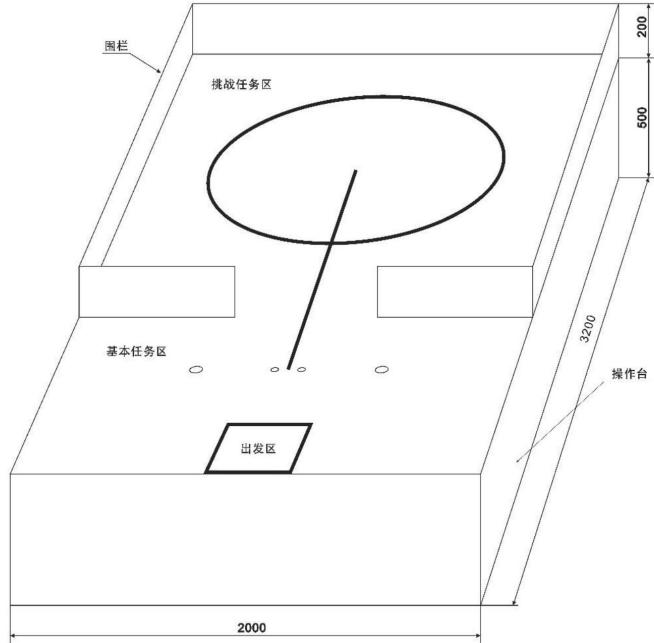

图 2 场地侧视示意图
1. 2 场地被布置在一个高约 500mm 的操作台上，挑战任务区围栏的高度约为 200mm ，如图 2 所示。亦可将地图直接置于平整的地面上作为展示场地。
待分拣物品为若干个圆球，直径约 40mm，重量在 4g 至 10g 之间，颜色为红色（参考色值 C0 M100 Y100 K0）和绿色（参考色值 C100 M0 Y100 K0），材质为 EVA。待分拣物品被摆放在任务区（如图 2 所示），具体位置以现场公布为准。
3.2 基本任务区内放置物品收纳桶，其位置如图 2 所示，外观颜色为蓝色（参考色值 C100 M60 Y0 K0）。